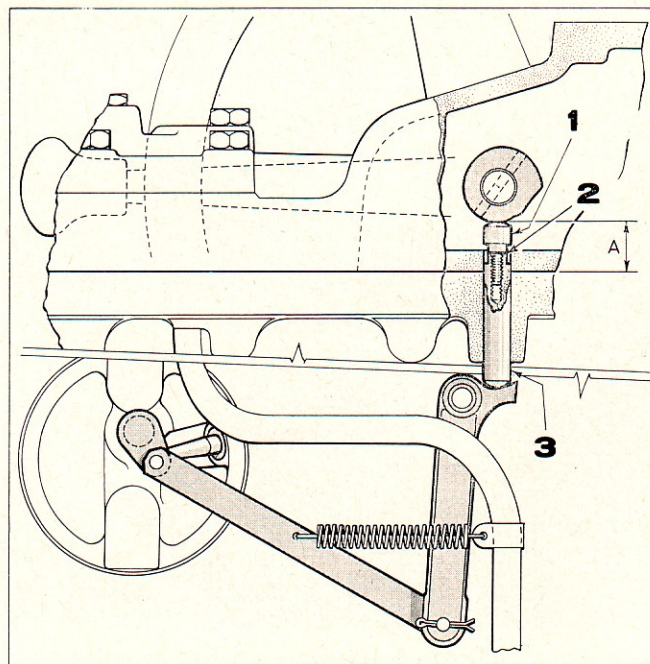

Figure 18: Timonerie du régulateur de débit
4. Régler le poussoir de came en plaçant au-dessous des cales d'épaisseur jusqu'à ce que la cote A (Figure 18) entre la face du carter central de pont arrière et le sommet du poussoir soit supérieure de 0,254 mm à la cote mesurée entre la came et la face du couvercle de relevage, comme indiqué au paragraphe 2.